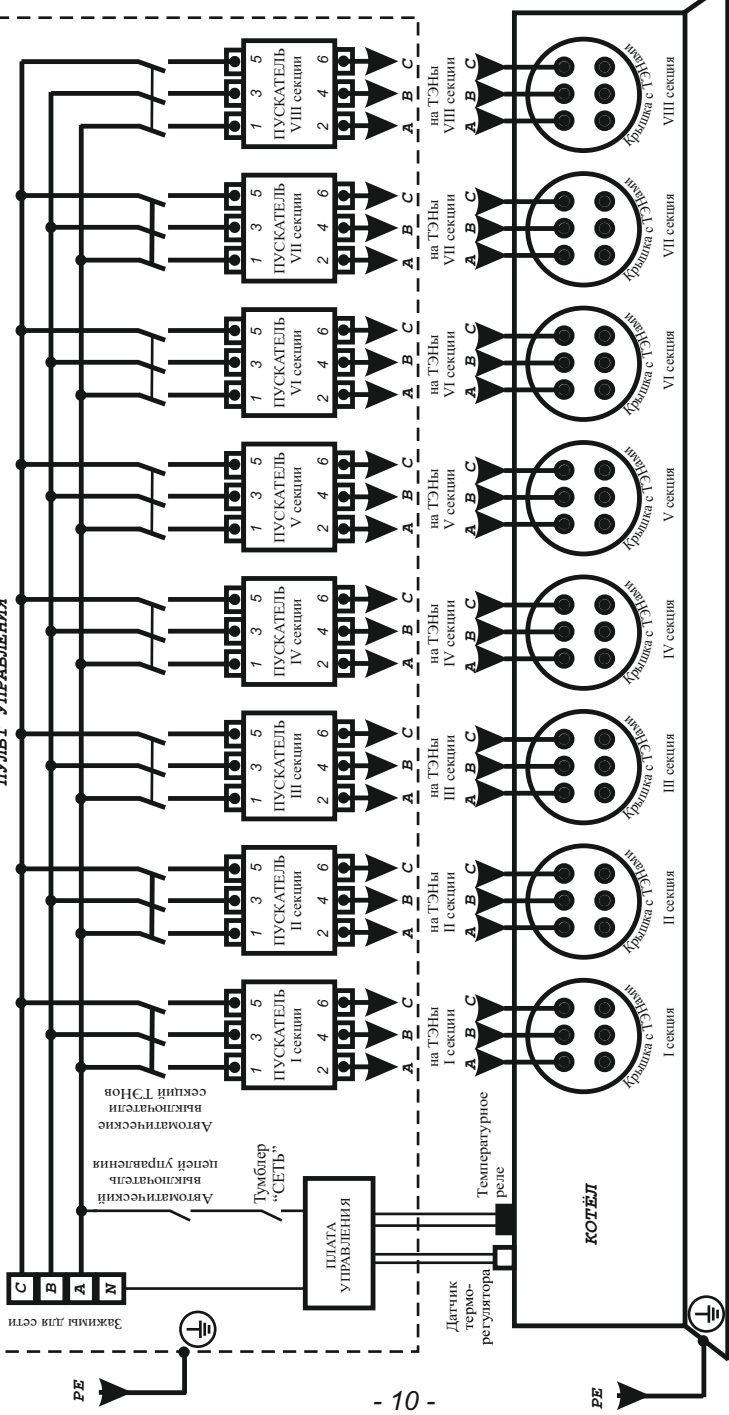

Рисунок 3. Электрическая схема подключения
**5.9 Внимание!** При эксплуатации прибора запрещается полностью или частично перекрывать вентили на входе и выходе из котла (см. рисунок 3).